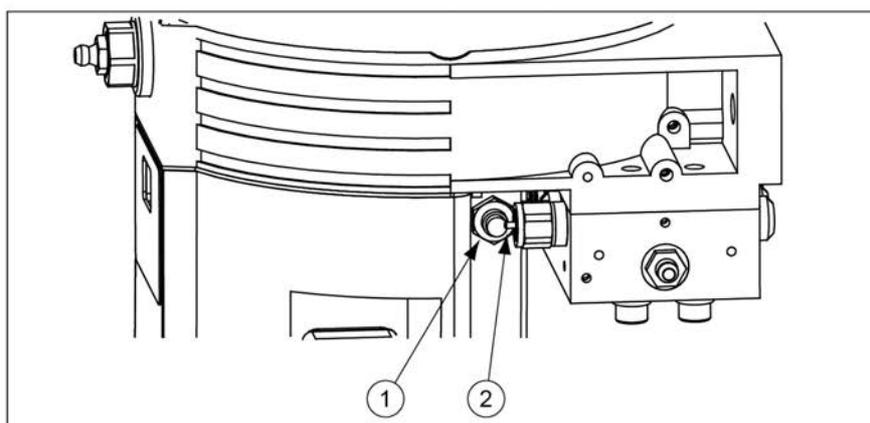

РИС. 9. БЕСКОНТАКТНЫЙ ДАТЧИК (1) И ШТИФТ УПРАВЛЕНИЯ (2)
1. Нажмите кнопку оператора (2), чтобы подтвердить отказ. Мигающее сообщение начинает светиться непрерывно.
3. Чтобы запустить циклы смазывания, нажмите и удерживайте кнопку оператора (2) (в течение двух секунд), пока штифт управления не переместится мимо бесконтактного датчика. См. Рис. 9.